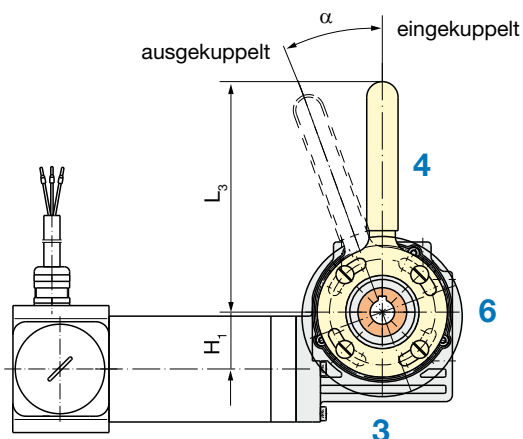

Bild 132
- 10) Mögliche Hebellagen: 3, 4 oder 6 (siehe Bild 132, Seite 33), nur bei FRN